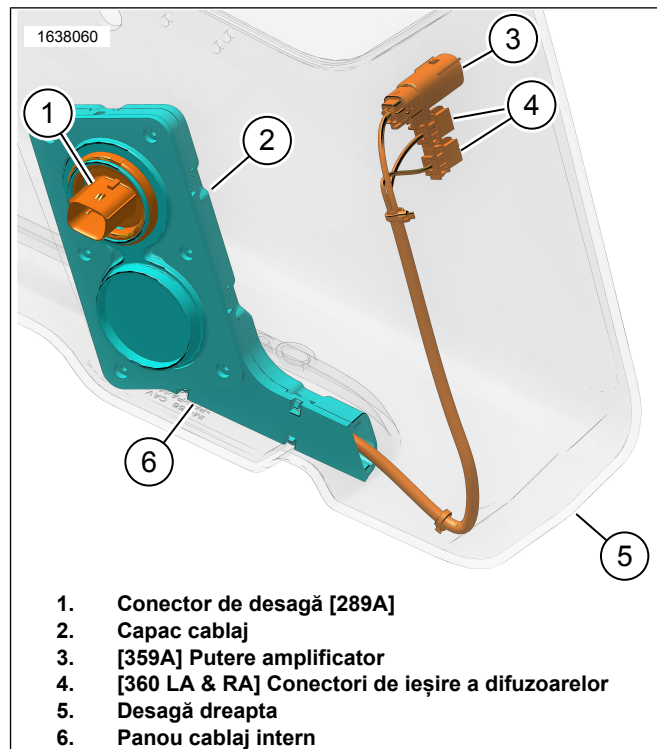
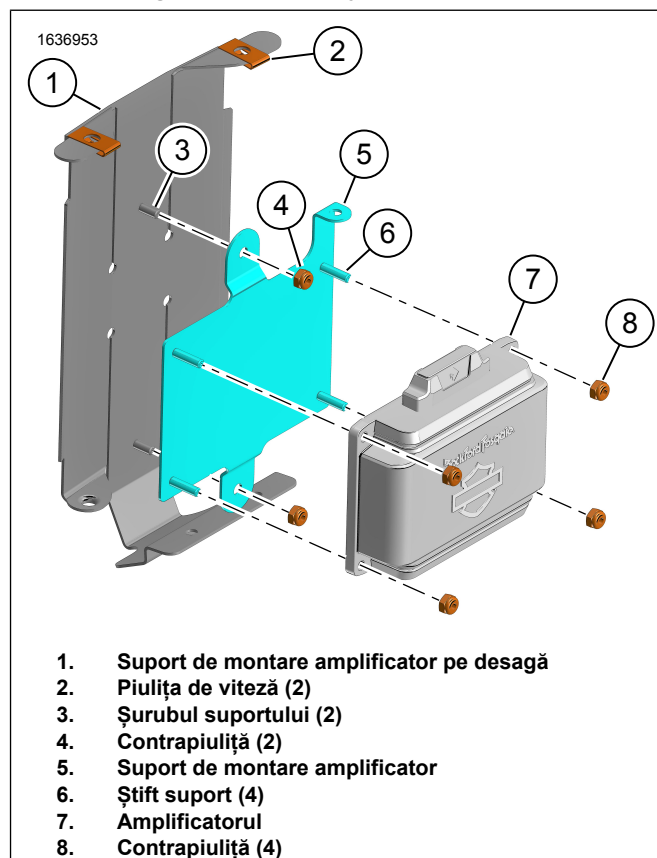
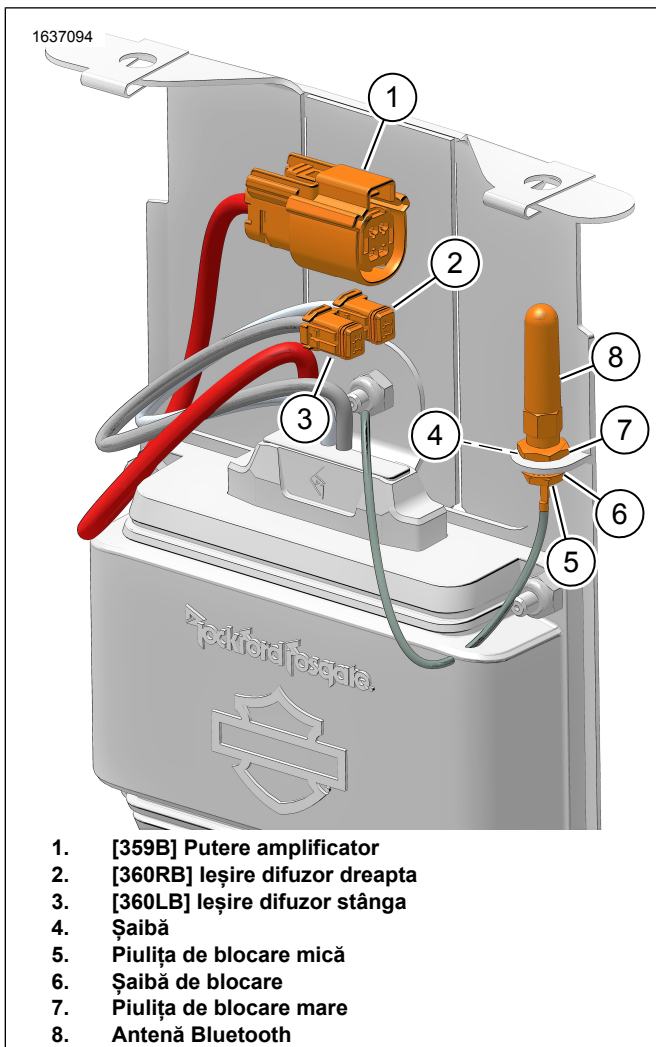
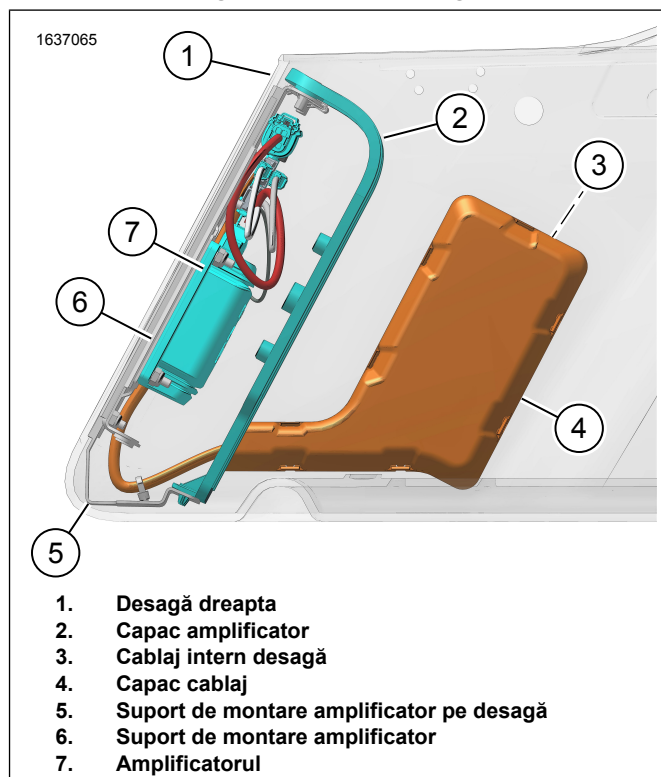

Figura 8. Fire cablaj intern 69202871
Figura 9. Suport de montare amplificator
Figura 10. Ansamblu amplificator
Figura 13. Cablaj desagă cu amplificator
8. A se vedea figura 8. Montați cablajul intern de fire, așa cum se arată.
- a. Montați capacul cablajului de fire (2).
9. A se vedea figura 10. Asamblați antena.
- a. Instalați o șaibă de blocare mică (5) și o șaibă de blocare (4) la baza antenei.
- c. Montați șaiba (4) și contrapiulița mare (7). Strângeți ansamblul.
10. A se vedea figura 9. Asamblați suportul de montare a amplificatorului.
- a. Montați piulițele rapide (2).
- b. Montați suportul de montare amplificator (5) la bolțul suportului (3).
- c. Montați piulița de blocare (4). Strângeți.
- d. Montați amplificatorul (7).
- e. Montați piulița de blocare (4). Strângeți.
11. A se vedea figura 13. Montați ansamblul suportului de montare amplificator.
14. Consultați Figura 8 și Figura 10 . Conectați cablajul intern la ansamblul amplificatorului.
15. A se vedea figura 10. Conectați firele difuzorului din dreapta la ansamblul amplificatorului.
Consultați Figura 8 și Figura 10 . Conectați cablajul intern la ansamblul amplificatorului.